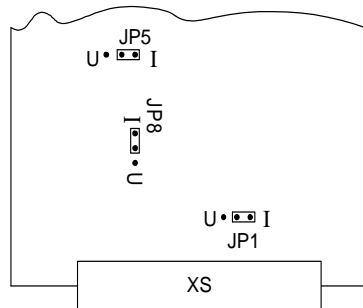

Рис.1. Расположение перемычек переключения входов и выходов на плате устройства ИЗУ-1
- 4.5.2. Подключить устройство ИЗУ-1 к внешним цепям питания и управления. Схема подключения приведена на рис.1.